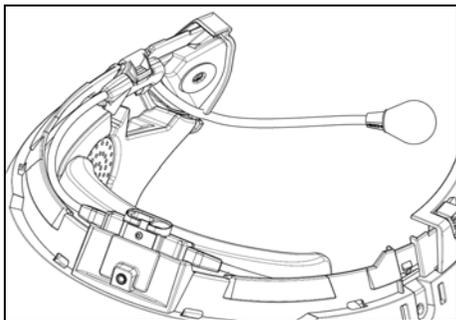

Abb. 5
- Positionieren Sie das Mikrofon in dem dafür ausgesparten Bereich auf der rechten Seite des Helms, indem Sie den Metallausleger in den auf dem Helm im Bereich der Halterung des Kinnschutzes vorhandenen Führungsschlitz einfügen (Abb. 5).